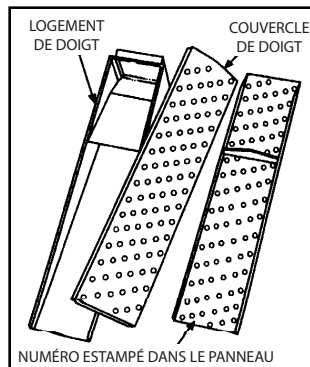

Figure 3
4. Assembler les doigts comme illustré aux Figures 3 et 4.